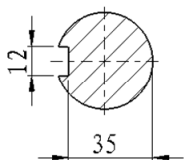
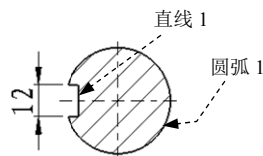
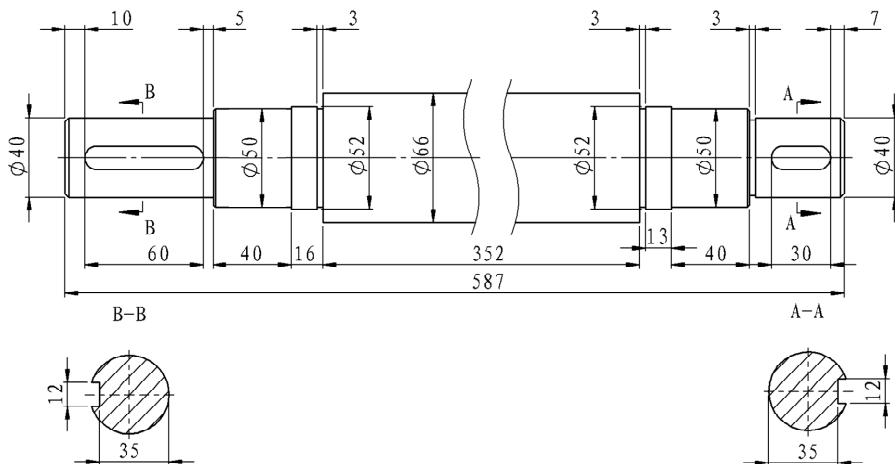

图 6.15.11 标注键槽尺寸
图 6.15.12 选取直线和圆弧
图 6.15.13 标注其他键槽尺寸
Step4. 标注图 6.15.11 所示的键槽尺寸。选择下拉菜单 **工具(T)** $\rightarrow$ **尺寸(S)** $\rightarrow$ **智能尺寸(S)** 命令, 按住 Shift 键, 选取图 6.15.12 所示的直线 1 和圆弧 1, 在合适的位置放置尺寸。参照 Step4 标注其他键槽尺寸并整理尺寸, 结果如图 6.15.13 所示。